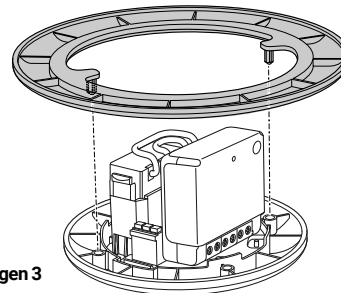

Imagen 3
- 4 Monte el embellecedor de 120mm si es necesario, véase la **imagen 3**.